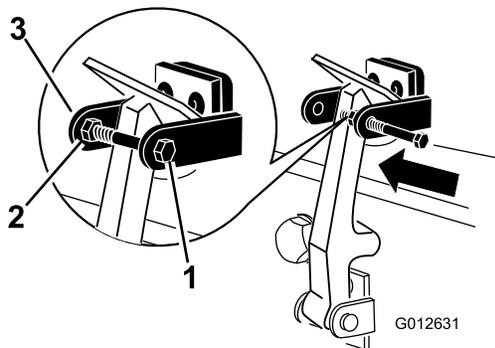

**Figura 8**
6. Prenda o trinco no suporte do trinco do capot (Figura 8).